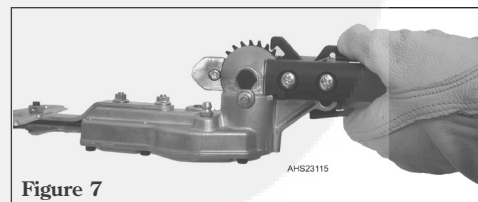

Figure 7
2. Avec l'index de la main gauche, appuyer sur le cliquet de verrouillage. Avec le pouce gauche, appuyer sur la commande d'ouverture du loquet. Voir Figure 7.